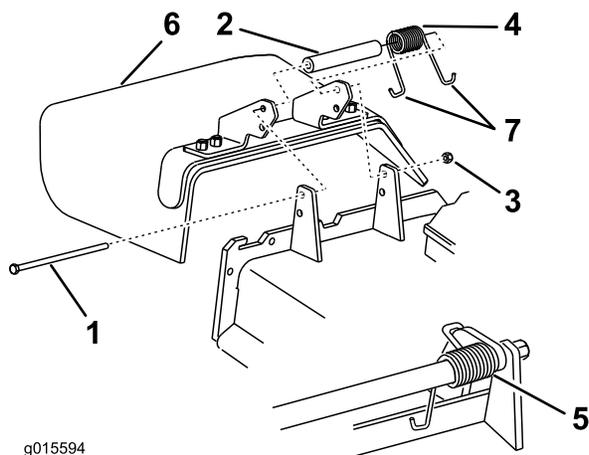

Figura 85
1. Îndepărtați contrapiulița, urubul, arcul și distanțierul care fixează deflectorul pe suporturile pivotante (Figura 85).
2. Îndepărtați deflectorul pentru iarba deteriorat sau uzat (Figura 85).
Notă: Asigurați-vă că ai montat capătul în formă de J în spațele marginii punii, înainte de a monta urubul conform Figura 85.
6. Amplasati capătul în formă de J al arcului în jurul deflectorului pentru iarba (Figura 85).